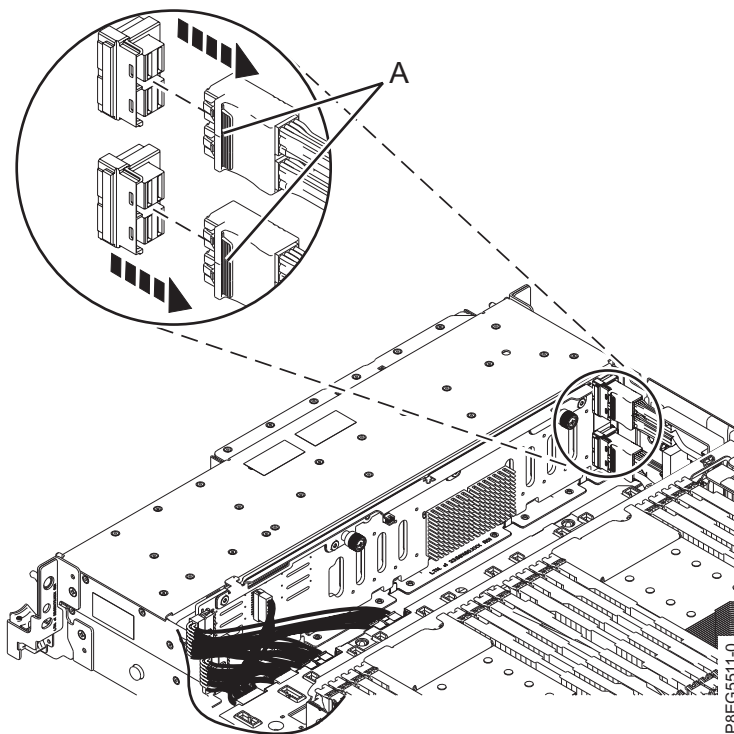

図 14. 前面 SAS ケーブルの切り離し
3. 各ケーブルを接続する、ディスク・ドライブ・バックプレーンおよび SAS RAID 内部アダプター上のコネクタに留意して、前面 SAS ケーブルにラベルを付けます。図 14 に示すように、ラッチ (A) を押してケーブルのプラグを抜くことにより、ディスク・ドライブ・バックプレーンから前面 SAS ケーブルを切り離します。